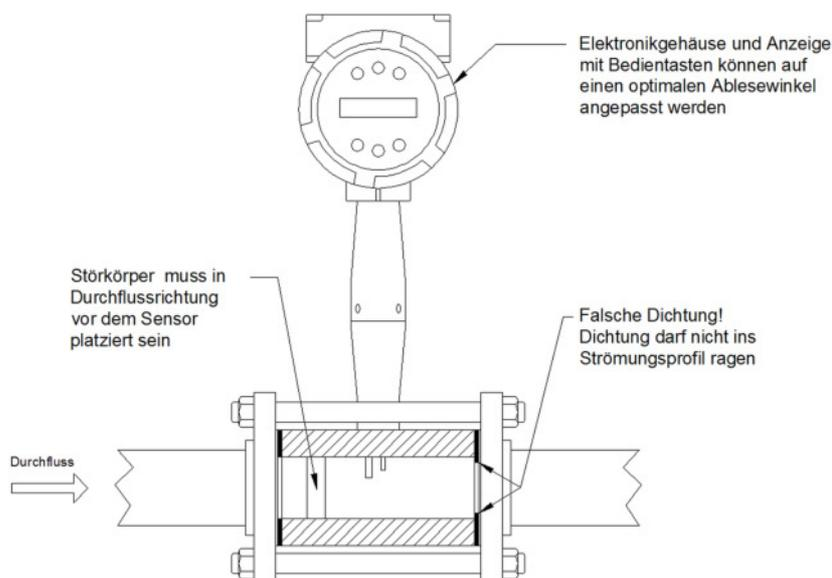

Bild 4 Installation eines Durchflussmessers in Zwischenflanschführung
Der Durchflussmesser DVH wird zwischen zwei konventionellen Rohrleitungsflanschen eingebaut. Siehe auch Bild 4. In der sind die empfohlenen Mindestlängen der Gewindebolzen für Geräte in Zwischenflanschausführung entsprechend der jeweiligen Nennweite und Druckstufe der Rohrleitungsflansche.
4. Stecken Sie nun die restlichen Bolzen durch beide Prozessflansche. Ziehen Sie die Schrauben in der Reihenfolge, gemäß Bild 4 fest und überprüfen Sie die Verbindung auf Leckagen.